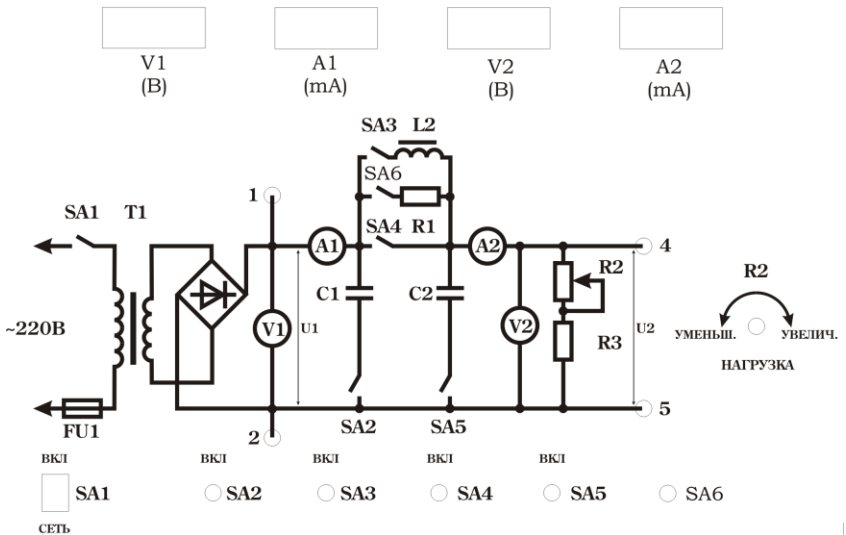

Рис.2.1. Внешний вид лицевой панели лабораторного
2. Описание лабораторного стенда Конструктивно лабораторный стенд выполнен в виде настольного переносного прибора на лицевой панели которого изображена исследуемая электрическая принципиальная схема (рис.2.1).